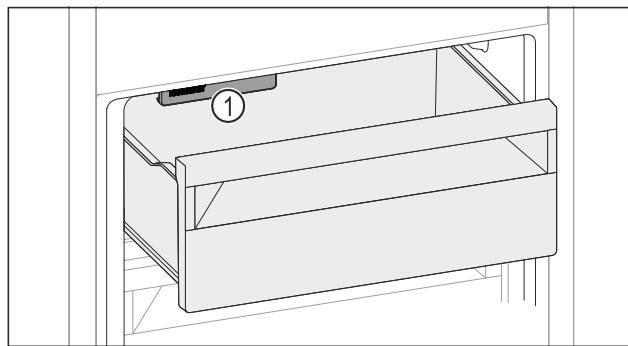

Fig. 160
- ▶ Внимавайте за IceMaker Fig. 160 (1).